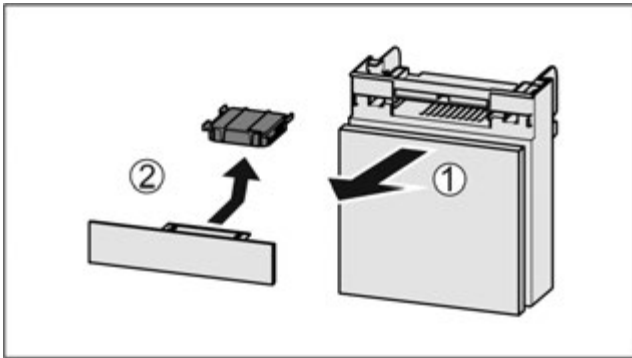

Fig. 87
- ▶ Потягніть Fig. 87 (1) відділення вперед.
- ▶ Витягнути Fig. 87 (2) фільтр з активованого вугілля.